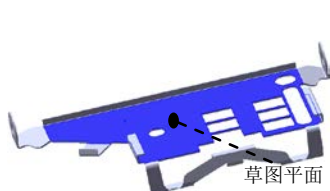

图 6.84 草图平面
(1) 选择命令。选择下拉菜单 **插入(I)** → **切除(C)** → **拉伸(E)...** 命令。
(2) 定义特征的横断面草图。
① 定义草图平面。选取图 6.84 所示的模型表面作为草图平面。